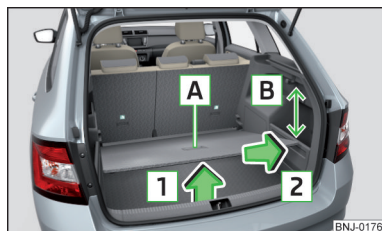

Bild 108
- › Ta tag i det variabla lastgolvet's handtag **A** » bild 108.
- När det variabla lastgolvet tas ut eller sätts in ska ett avstånd på 15 cm **B** » bild 108 under kanten på det upprullningsbara skyddet hållas - risk för skador på bagageluckans tätning.